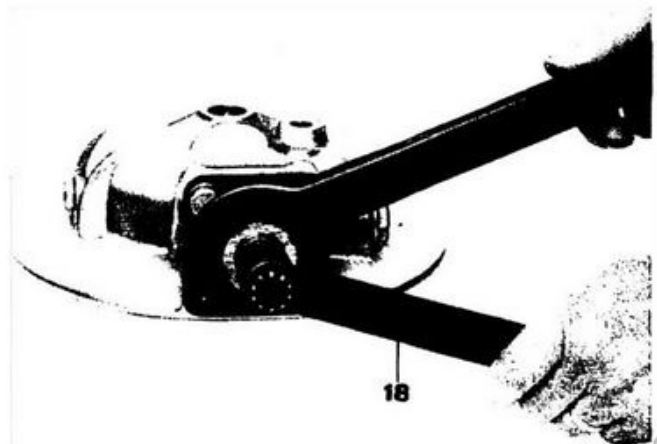

Fig. 99
- la ghiera di bloccaggio pignone sulla scatola a mezzo attrezzo n. 12907100 (18 di fig. 99) e chiave speciale, dopo aver spianato l'aletta della rosetta di sicurezza che fissa la ghiera;